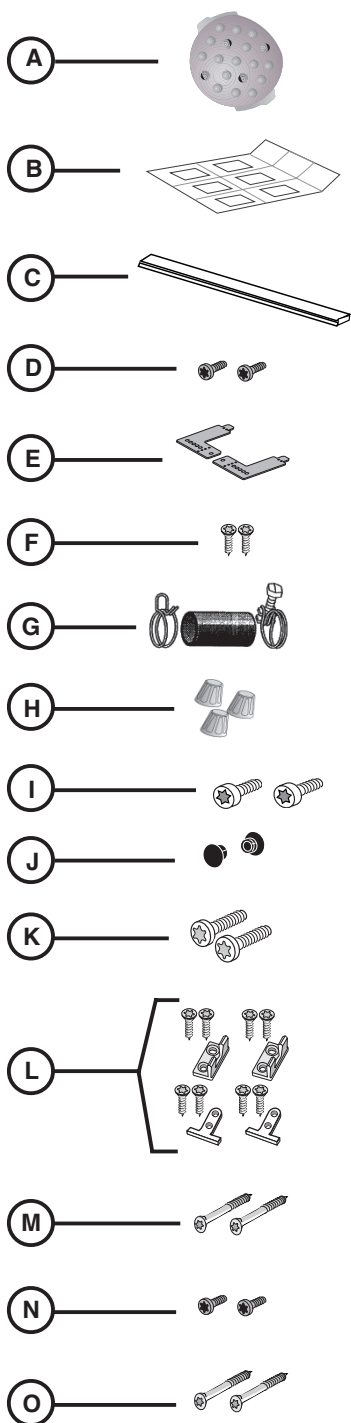

Figure 1/Ilus. 1
Accessory Parts for your dishwasher will come in one or more plastic bags. Check to make sure that the parts shown in Figure 1 are included with your model (NOTE: Illustrations are not to scale). If any parts are missing, contact your dealer immediately.
- Extra Tall Item Sprinkler (Figure 1, letter A)
SHI and SHV models also have SHI/SHV Panel Installation Template Sheet (Figure 1, letter B).
SHY66 and SHX56 models also have a Cotton Insulation Strip (Figure 1, letter C).
Les pièces pour le lave-vaisselle sont dans un ou plusieurs sacs en plastique. S'assurer que toutes les pièces illustrées à la figure 1 sont comprises avec le modèle.
- Bras gicleur pour grands articles (Figure 1, lettre A)
Modèles SHI et SHV ont aussi un gabarit pour installation de panneau SHI/SHV (Figure 1, lettre B).
Modèles SHY66 et SHX56 ont aussi une bande d'isolation en coton (Figure 1, lettre C).
Los Accesorios para su lavadora se empaclaron en una o más bolsas de plástico. Revise que se incluyeron con su modelo todas las piezas que se muestran en la Ilustración 1 (NOTA: Los gráficos se muestran fuera de proporción). Si faltan piezas, comuníquese al respecto inmediatamente con el vendedor.
- Una Boquilla Regadera para Piezas Extra Altas (Ilustración 1, artículo A)
Los modelos SHI y SHV también incluyen una Hoja Patrón para la Instalación del Panel (Ilustración 1, artículo B).
Los modelos SHY66 y SHX56 también incluyen una Tira Aislante de Algodón (Ilustración 1, artículo C).